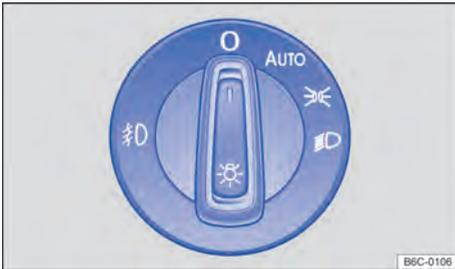

Fig. 61 Al lado del volante: interruptor de luces.
El testigo de control **☞** en el conmutador de las luces → fig. 61 indica que el faro antiniebla está encendido.
- Encender el farol de neblina: tirar del interruptor de las luces → fig. 61 de la posición ☞ o ☞ hasta la primera marcha.